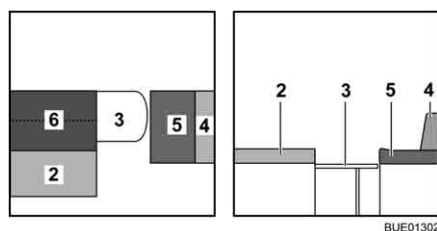

Fig. 125 Durante la trasformazione
- Aprire il cuscino aggiuntivo (Fig. 125,6) e collocarlo sul tavolo.